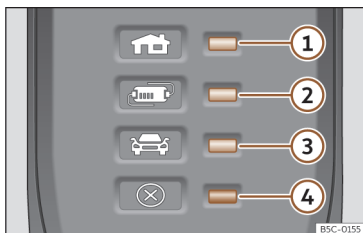

Fig. 62 No cabo de carregamento para tomadas de corrente: Luzes de controlo do dispositivo de proteção.
>>> **Fig. 62:**
>>> **Fig. 62** faz com que o conector de carregamento permaneça sem corrente até se ligar na tomada de carregamento do veículo.
Uma ou várias luzes de controlo >>> **Fig. 62** ①, ② o ③ acendem a verde.
>>> Fig. 62
Indicação >>> Fig. 62	Significado
①, ④ piscam	O conector para a habitação aqueceu muito.
②, ④ piscam	O dispositivo de proteção foi aqueceu muito.
Se o processo de carregamento continuar com uma corrente inferior, além do indicador de funcionamento, pisca a luz de advertência >>> Fig. 62 ④ a vermelho.
- Se voltar a ocorrer um desligamento ou redução da corrente de carregamento e a causa não parece ser a exposição a uma fonte de calor externa, observe que luz de controlo verde pisca >>> Fig. 62. Para a verificação do cabo de carregamento, dirija-se a um concessionário especializado CUPRA ou a qualquer concessionário da rede SEAT. Para a verificação da ligação da infraestrutura, dirija-se a um estabelecimento especializado em instalações elétricas.
Se a luz de advertência ④ vermelha piscar ou acender sem que se acenda por sua vez de forma permanente uma luz de controlo >>> Fig. 62 ①, ② ou ③ o indicador de funcionamento, há uma avaria.